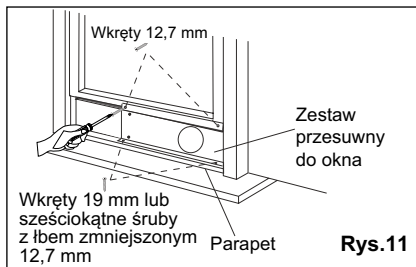

Rys.10
- i** Przyciąć regulowany zestaw przesuwny, jeśli szerokość okna wynosi mniej niż 67,5 cm (Rys. 10).
2. Otworzyć skrzydło okienne i umieścić zestaw przesuwny na parapecie (Rys. 15). Zamocować zestaw przesuwny do parapetu. Wyregulować długość zestawu przesuwego zgodnie z wysokością okna. Przykręcić dwa wkręty na zestawie przesuwym. Patrz Rys. 15. Przyciąć regulowany zestaw przesuwny, jeśli wysokość okna wynosi mniej niż 67,5cm (Rys. 10).